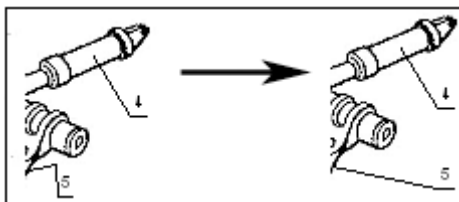

Рис. 5.133
Для выравнивания выносок 4 и 5 (Рис. 5.133):
2. На **Панели инструментов для выносок** выберите инструмент **Выровнять по правому краю** . В результате выноски примут вид, показанный на Рис. 5.133.